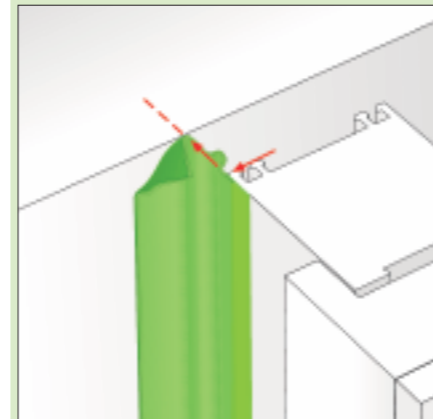

Bild 3: Folie auf die Ansichtseite des Blendrahmens kleben
- Ankleben an der Ansichtseite des Blendrahmens (Bild 3).